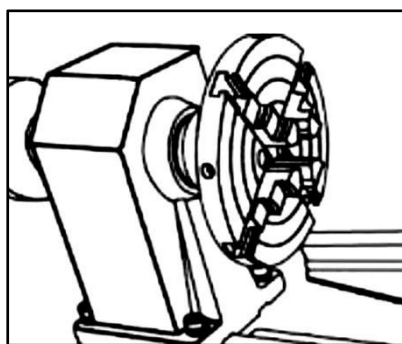

图 11
4、卡盘的安装（卡盘另外购买）此产品的输出轴与花盘的连接螺纹的直径是 1"(25.4mm)，其螺距是 8 牙/1" (25.4mm)。因此如果想配卡盘的话，一定要找到连接螺纹与之相匹配的卡盘。只要卡盘的螺纹拧到木工车的输出轴上即可。（右图 11 所示）